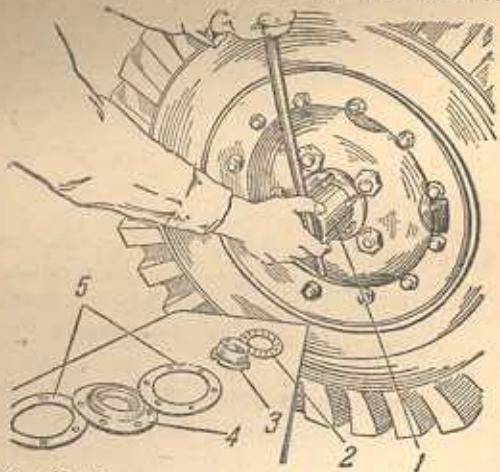

Рис. 40. Регулировка подшипников ступиц колёс:
3. Специальным ключом (см. рис. 40), вращая его по часовой стрелке, затяни до отказа внутреннюю регулировочную гайку, после чего отверни её на $\frac{1}{6}$ оборота.